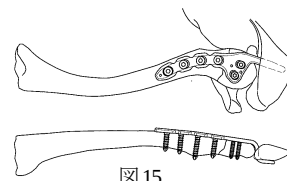

図 15
- 15) 全てのスクリューを締め付けた後、インプラントの状態をイメージで確認し、縫合して手術を終了します。(図 15)